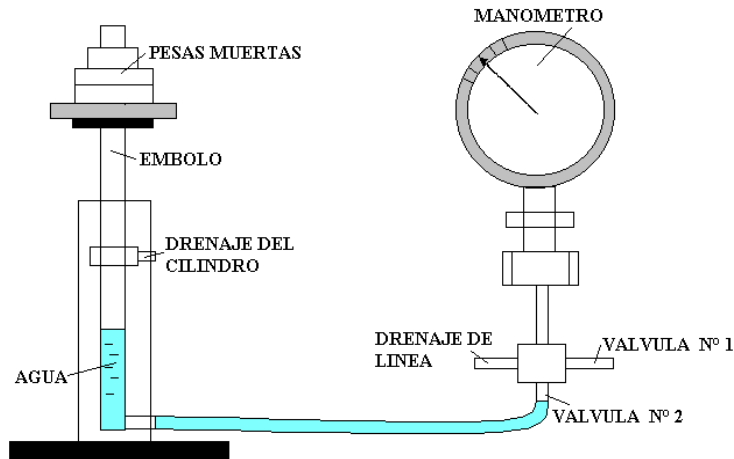

Figura 1.- Montaje Experimental del Sistema
1. Retire el émbolo del cilindro y abra las válvulas de purga para sacar el aire del sistema; simultáneamente, abra la válvula 1 y 2 (Ver Figura 1).
4. Comience a colocar los pesos del calibrador sobre el émbolo en incrementos determinados. Utilice tres (3) pesos como mínimo.